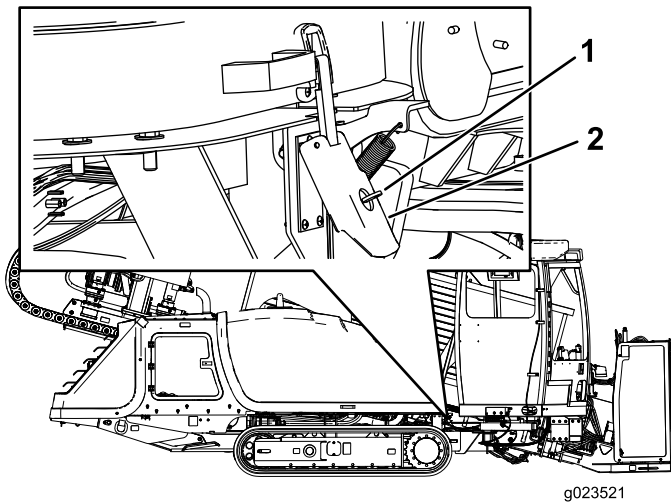

Figura 98
2. Levante el cierre según se muestra en Figura 98.
Nota: Asegúrese de que la llave está en la posición de Abierto (horizontal), según se muestra en Figura 98.